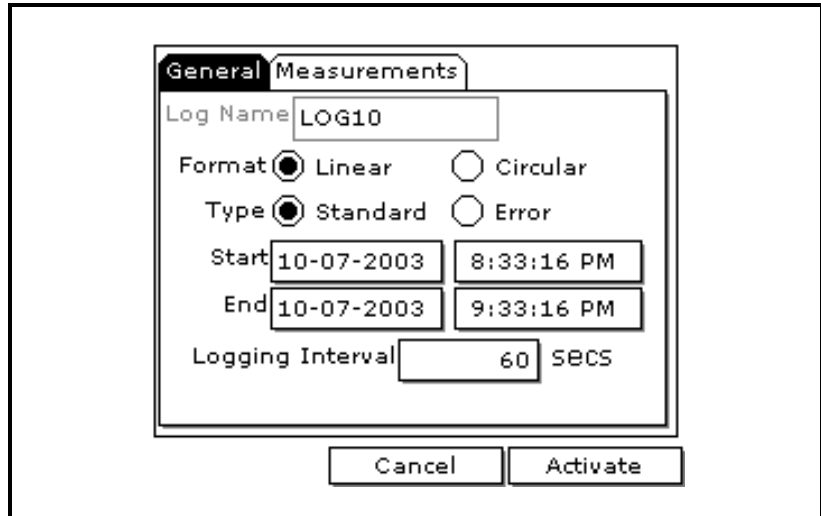

图 3-8 : General Log Format（常规日志格式）窗口
3. 完成后，按 [F3]（OK（确定））。随即会出现一个类似于下图 3-8 的屏幕。